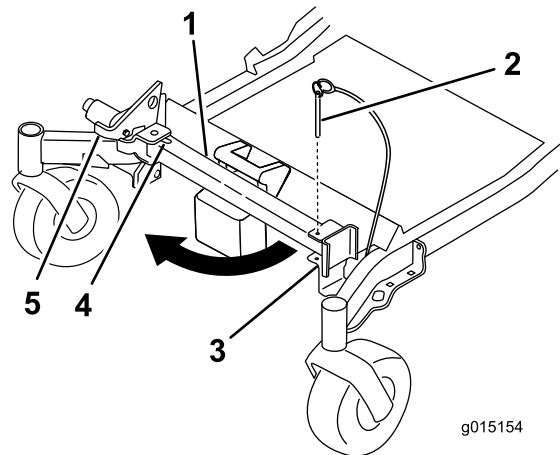
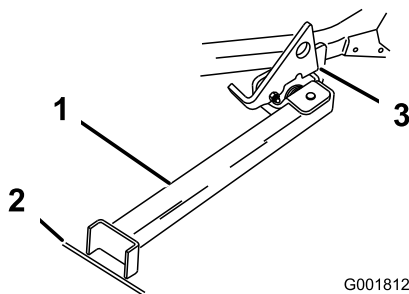

Bild 40
Bild 41
2. Nehmen Sie den Halterungsstift ab (Bild 40).
3. Heben Sie den Riegel an. Drehen Sie den Ständerfuß nach vorne heraus und schieben Sie den Ständer zur Maschine in den unteren Schlitz (Bild 40 und Bild 41).
- Stellen Sie den Fuß auf den Boden und lassen Sie den Riegel auf der Drehasche aufliegen (Bild 41).
Hinweis: Stellen Sie den Ständerfuß am besten in Risse auf Gehwegen oder in der Rasenfläche (Bild 41).
- Fahren Sie auf den Stand auf. Halten Sie an, wenn der Riegel über die Lasche in die arretierte Stellung einrastet (Bild 41). Stellen Sie nach dem Auffahren auf den Stand die Feststellbremse fest und stellen Sie den Motor aus.
- Stellen Sie den Ständer wieder in die Ruhestellung (Bild 40).